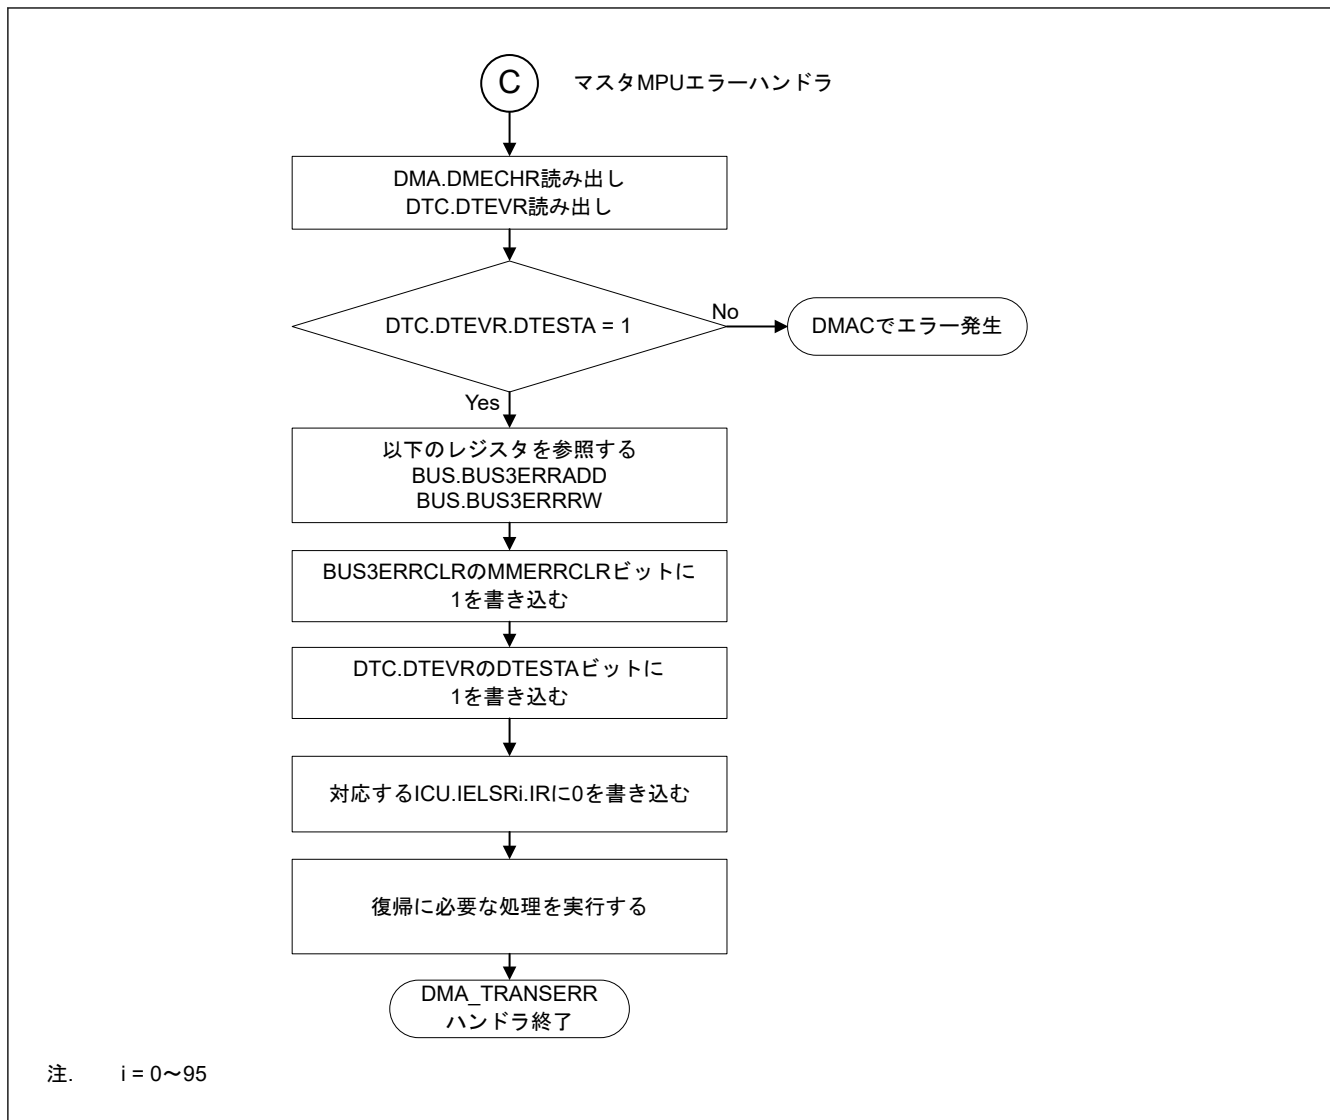

図 17.20 マスタ MPU エラーの DMA_TRANSERR ハンドラにおける処理
- 図 17.20 に DTC のマスタ MPU エラーが発生したベクタ番号とセキュリティ属性を確認するフローを示します。